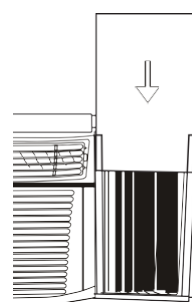

Fig. 22
Étape 3. Faites glisser le panneau d'isolation R1 dans le rideau latéral, la face avec motif tournée vers l'intérieur (Fig. 22).